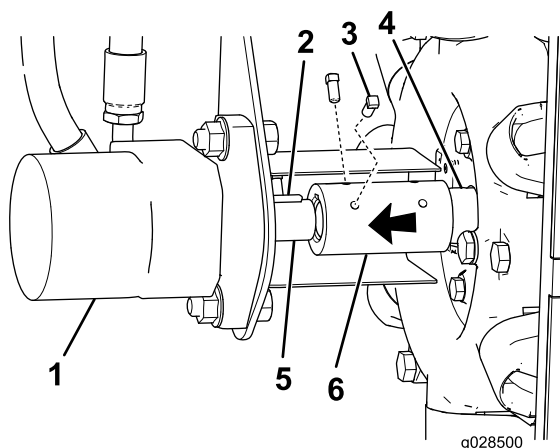

図 7
2. 油圧モータのキー溝にキー Woodruff キー を入れる 図7。
3. シャフトカップラのスロットをキーに合わせ、シャフトカップラを油圧モータに挿入する 図7。
4. シャフトカップラの反対側のスロットをスプレーヤのポンプシャフトのキーに合わせて挿入する 図7。
注 キー溝にキーが間違いなく入っていることを確認してください 図7。
5. 両方のシャフトに均等にカップラが入るようにカップラの位置を調整する 図7。
6. 角ヘッドねじ4本に中強度のロックングコンパウンドを塗り、これらのねじでシャフトカップラを両方のシャフトに固定する 図7。